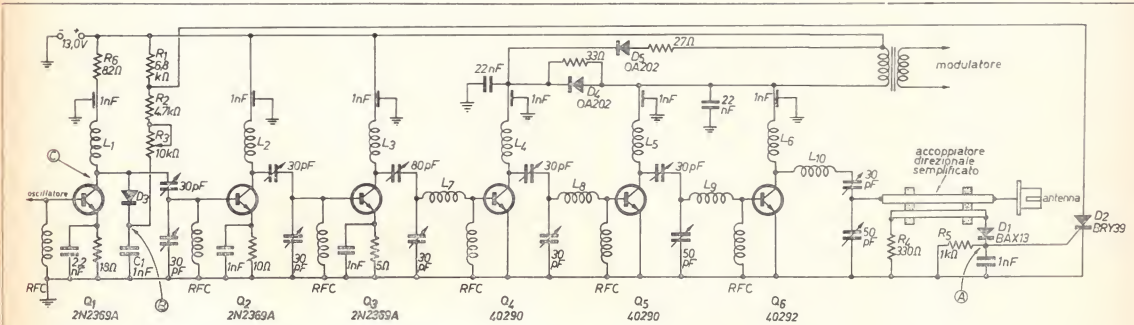

figura 8
In figura 8 è riportato lo schema di una parte di un TX in grado di erogare 5 W di potenza di uscita (in 2 metri) a cui è stato applicato il sistema di protezione suindicato, inviando il segnale di protezione al duplicatore.
Come si vede dalla figura 8 l'accoppiatore direzionale di tipo semplificato è stato inserito tra l'uscita del TX e la presa d'antenna.
1) In assenza di onda riflessa la tensione nel punto A (figura 8) è nulla rispetto a massa. Il diodo controllato BRY39 (D2) è perciò interdetto e D3 rimane polarizzato in senso inverso in quanto il punto B si trova a + 13 V mentre il punto C si trova a + 12 V a causa della caduta di tensione esistente ai capi di R4 (che alimenta il collettore del duplicatore (Q1)). Il diodo D3 si comporta pertanto come una resistenza di valore molto alto (superiore a 1 MΩ) e il segnale proveniente dal duplicatore può essere inviato agli stadi successivi.
2) In presenza di onda riflessa (causata da guasti o anomalie al sistema cavo coassiale/antenna) la tensione nel punto A (figura 8) è positiva rispetto a massa. Il diodo controllato D2 passa così in stato di conduzione. Per effetto di ciò il catodo di D3, mediante R2 e R3, viene cortocircuitato a massa. Anche il diodo D3 passa pertanto allo stato di conduzione essendo polarizzato in senso diretto (R2 + R3 costituiscono la resistenza di carico).
Il sistema di protezione indicato in figura 8 ha come principali caratteristiche la rapidità d'intervento e l'irreversibilità. Cioè il suo intervento perdura anche al cessare della causa che l'ha prodotto. Il ripristino può essere fatto solo interrompendo la tensione di alimentazione.